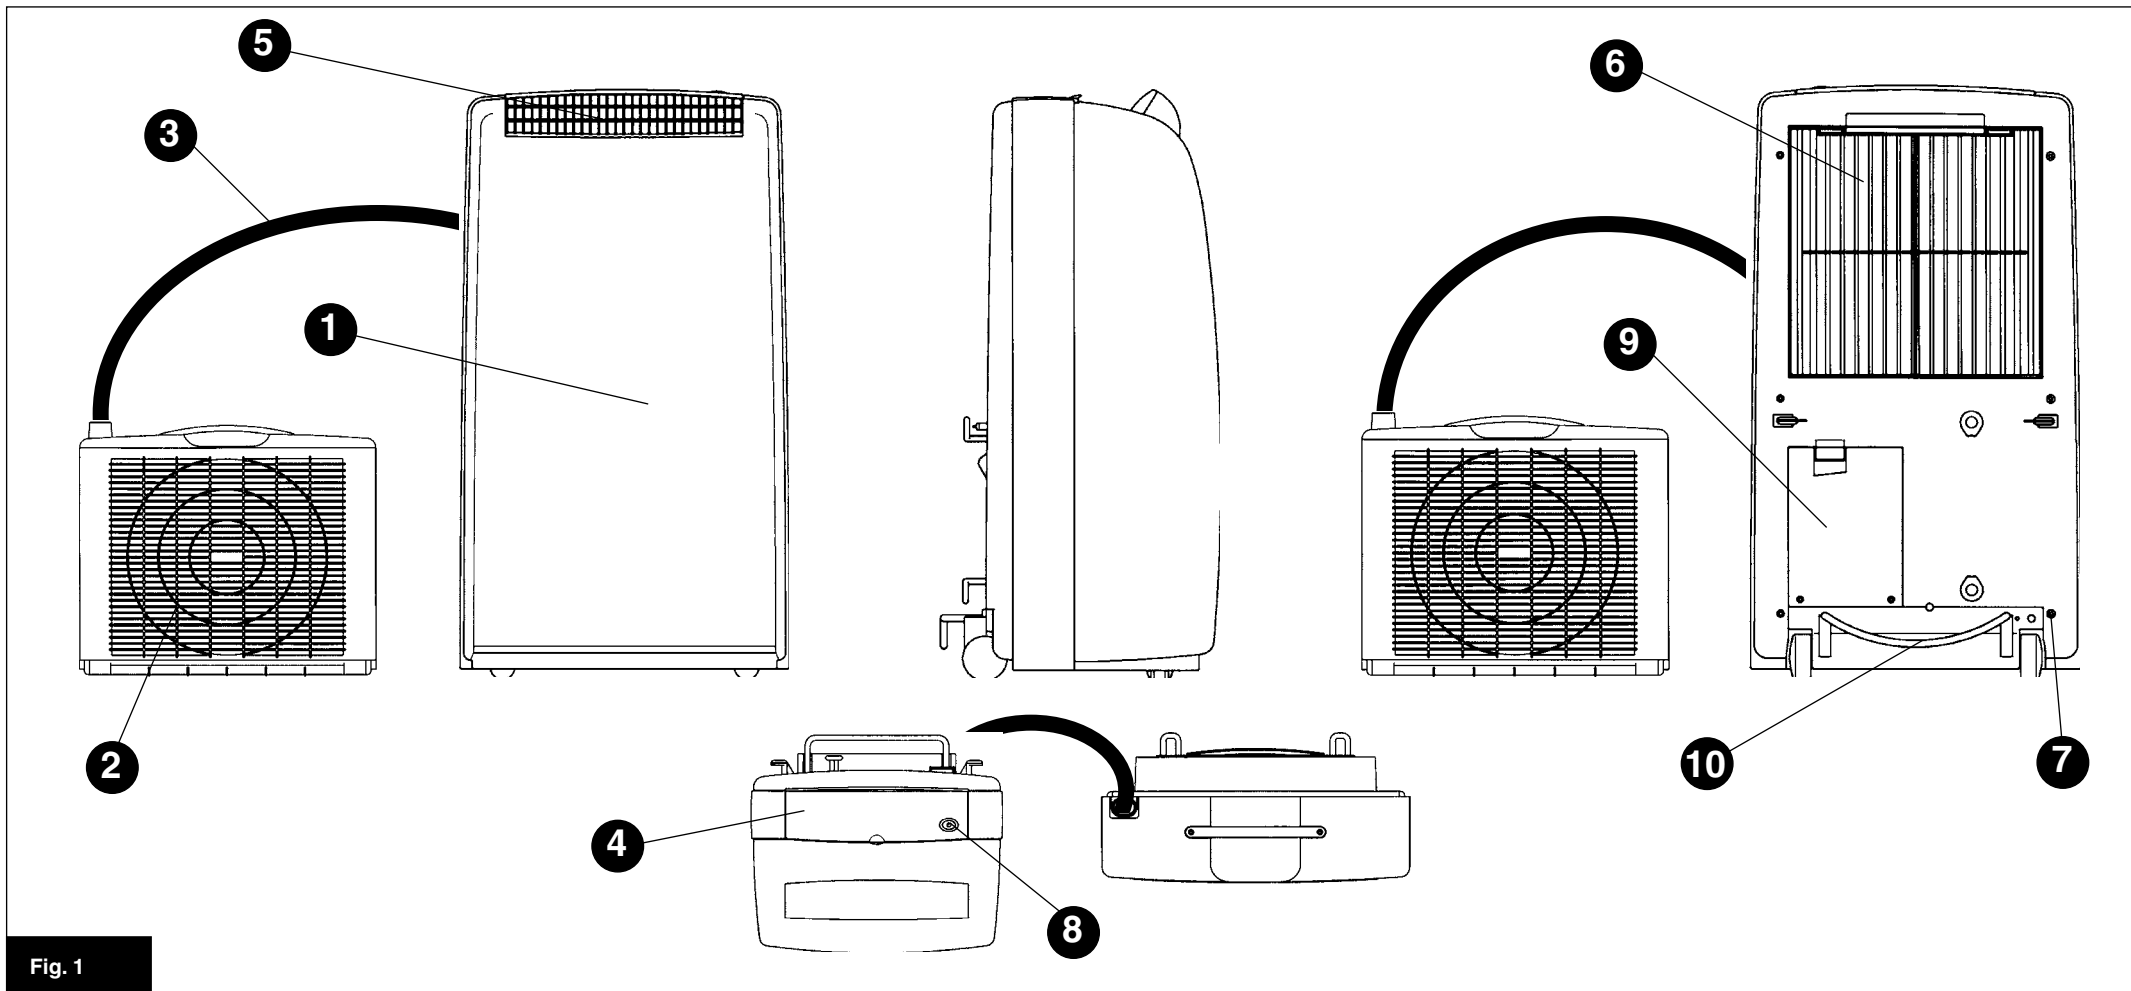

Fig. 1
IDENTIFICAZIONE DELLE PARTI (Fig. 1)
NAME OF THE PARTS (Fig. 1)
BAUKOMPONENTEN (Abb. 1)
IDENTIFICACION DE LAS PARTES (Fig. 1)
IDENTIFICATIE VAN DE ONDERDELEN (fig. 1)
- Assicuratevi che tende o altri oggetti non ostruiscano il filtro di aspirazione (fig. 1 - 6) posto sullo schienale.
- Se il climatizzatore, nonostante sia normalmente alimentato, si arresta completamente, prima di rivolgervi a un Centro di assistenza, provate a drenare l'acqua togliendo il tappo di svuotamento della condensa (fig. 1 - 7). Se l'inconveniente si ripete rivolgetevi a un Centro di assistenza.
- Vous assurer que le filtre d'aspiration (Fig. 1 - 6) se trouvant à l'arrière ne soit pas bouché par des rideaux ni pas des objets quelconques.
- Dans le cas où le climatiseur s'arrêterait complètement bien que son alimentation soit correcte, éliminer la condensation en enlevant le bouchon de vidange (Fig. 1 - 7) avant de vous adresser au SAV. Si l'inconvénient se répète, vous adresser au SAV.
- Check that the suction filter (fig. 1 - 6) on the back is not obstructed by curtains or other objects.